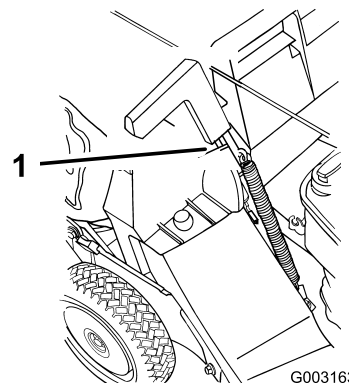

Figure 21
- Tirez la poignée du volet d'éjection vers l'avant pour dégager l'ergot de son logement, puis repoussez la poignée vers l'arrière pour bloquer l'ergot dans l'encoche du bac (Figure 21).